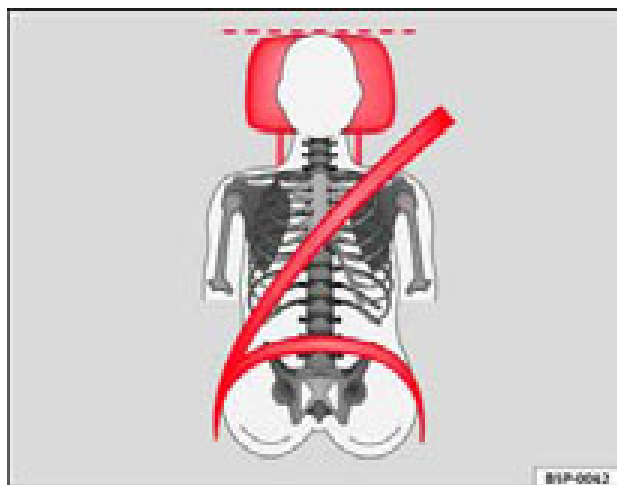
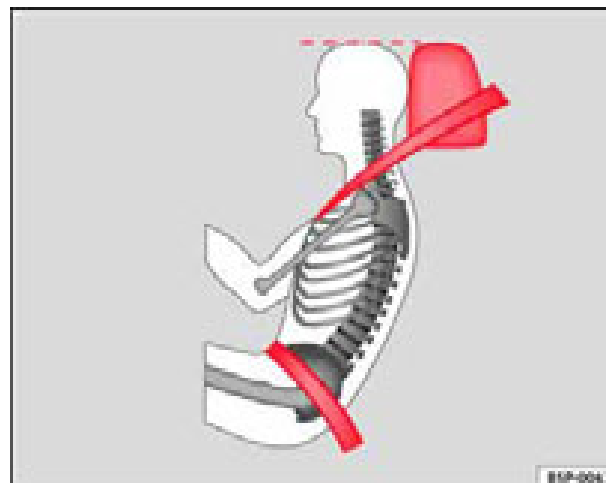

Fig. 88 Visto de frente:
Fig. 89 Visto de lado:
- Ajuste el apoyacabezas de modo que el borde superior del mismo quede a la misma altura que la parte superior de la cabeza, como mínimo a la altura de los ojos. ⇒ fig. 88 y ⇒ fig. 89.